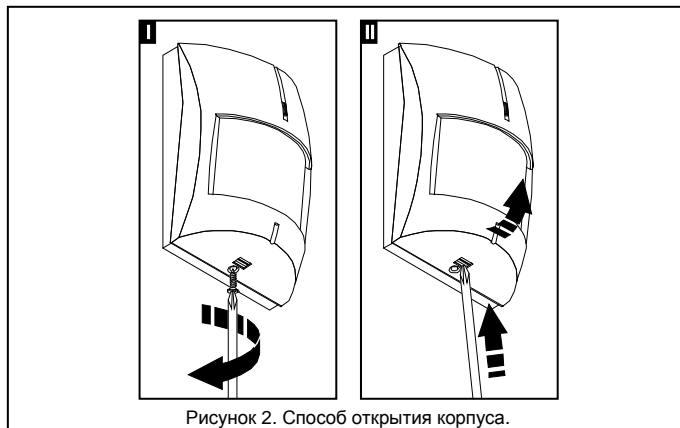

Рисунок 2. Способ открытия корпуса.
1. Откройте корпус (рисунок 2).